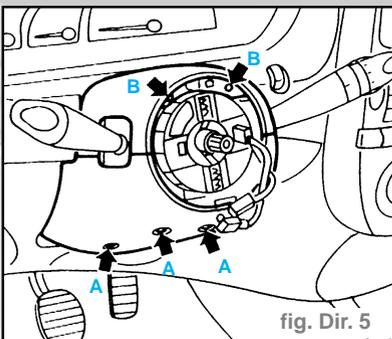

fig. Dir. 5
- Dévisser les vis (A) puis déposer le revêtement inférieur. Dévisser les vis (B) puis déposer le revêtement supérieur (fig. Dir. 5).